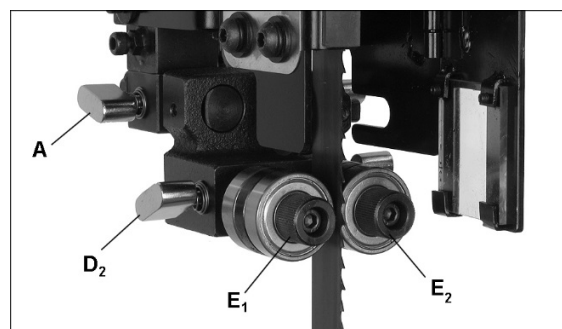
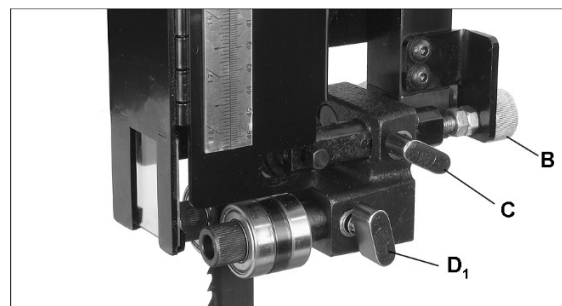
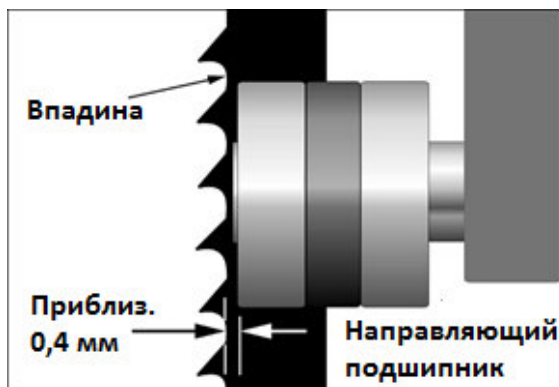

Рис. 27: регулировка верхних направляющих пильного полотна
Рис. 28: регулировка верхних направляющих пильного полотна
Рис. 29: положение направляющего подшипника
4. Ослабьте стопорный винт (Рис. 27, A). Убедитесь, что ручка (Рис. 28, C) затянута.
5. Перемещайте кронштейн направляющих путем вращения рифленой ручки (Рис. 28, B) до тех пор, пока расстояние между передней плоскостью направляющего подшипника и впадиной (изогнутой площадкой в основании зуба пилы) не составит около 0,4 мм. См. Рис. 29.
- Затяните стопорный винт (Рис. 27, А), чтобы зафиксировать положение.
- Ослабьте стопорный винт (Рис. 27, D₂; Рис. 28, D₁) направляющих подшипников.
- Направляющий подшипник вращается на эксцентриковом валу. Отрегулируйте подшипник путем вращения рифленной ручки (Рис. 27, E₁, E₂); расстояние между пильным полотном и подшипником должно составлять около 0,1 мм. Быстрый способ выставить данное расстояние – это вставить между полотном и подшипником новую банкноту (толщина банкноты составляет примерно 0,1 мм). Произведите регулировку подшипника так, чтобы он слегка удерживал банкноту.
- Затяните стопорный винт (Рис. 27, D₂; Рис. 28, D₁) и извлеките банкноту.
См. Рис. 28 и 30.
- Ослабьте ручку (Рис. 28, C) и вращайте рифленную ручку (Рис. 28, B), чтобы переместить упорный подшипник к задней стороне пильного полотна.
- Затяните ручку (Рис. 28, C).